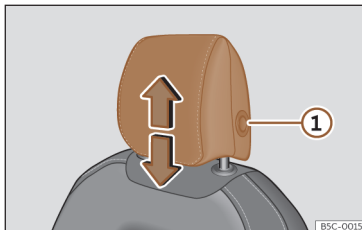
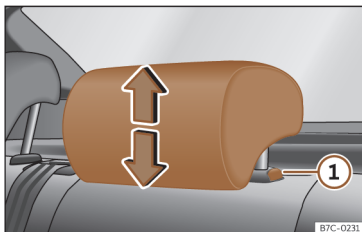

Fig. 107 Banco dianteiro: ajuste do encosto de cabeça.
Fig. 108 Encosto de cabeça traseiro: ajuste do encosto de cabeça.
proceda da mesma forma, pressionando o botão lateral ① » » Fig. 107 » » Fig. 108 .
- Pressione o botão lateral » » Fig. 107 ① e retire o encosto de cabeça.